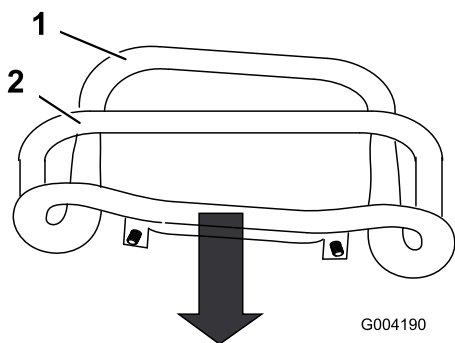

Figure 51
3. Tirez la commande de déplacement en arrière pour que l'avant touche la barre de référence (Figure 51).